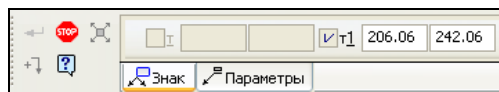

Рис. 2.36. Панель свойств при создании линии-выноски на вкладке **Знак**
- ◆ укажите курсором точку, на которую указывает линия-выноска, или введите ее координаты на вкладке **Знак** Панели свойств (рис. 2.36);